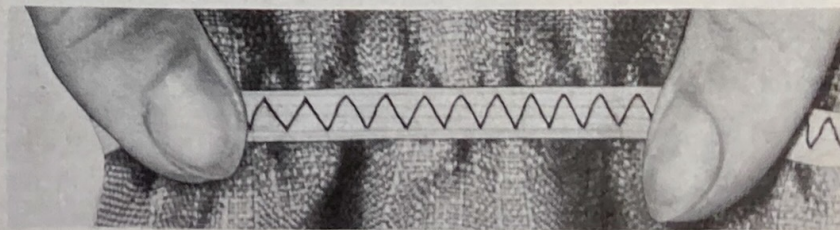

Abb. 36
a) Annähen von Gummiband (Abb. 36)